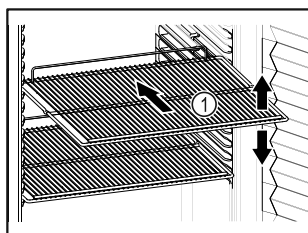

Fig. 55
- ❑ Wenn Abstellroste Fig. 55 (1) versetzbar sind, je nach Höhe anpassen.